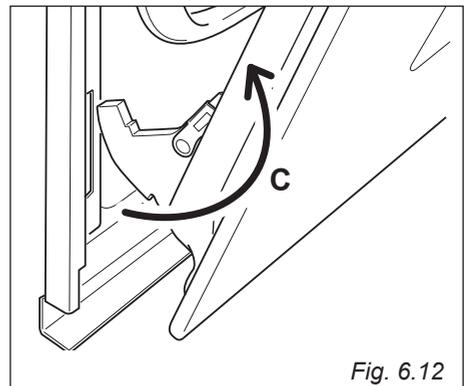

Fig. 6.12
- Estrarre i ganci delle cerniere (destra e sinistra) dal loro alloggiamento (freccia "C" - fig. 6.12).